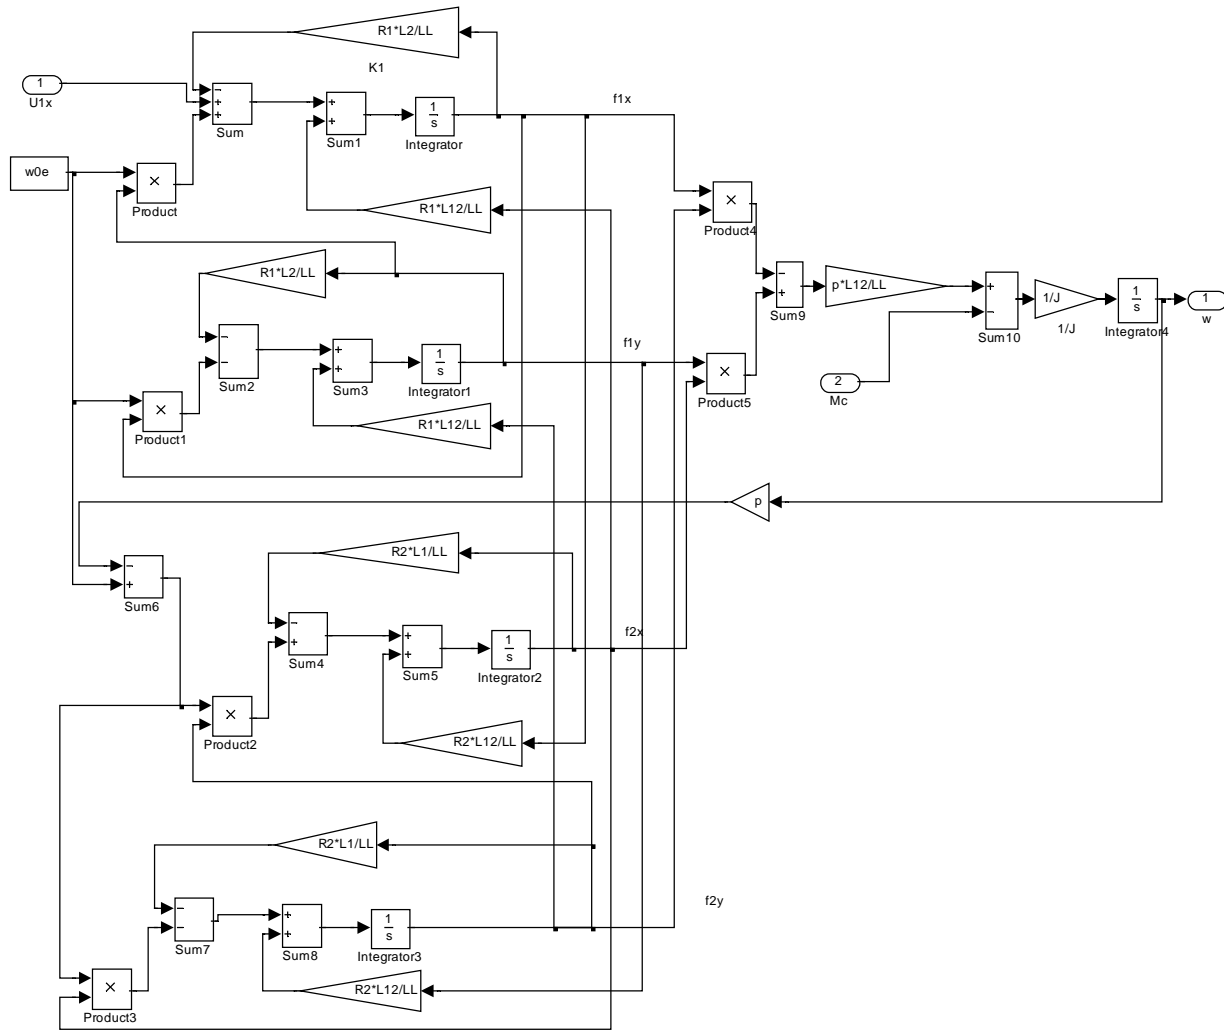

Рис.2. Simulink-модель двигателя
2. Примерный вид Simulink-модели двигателя, построенной по уравнениям (1), показан на рис. 2. Эту модель следует дополнить средствами задания напря-